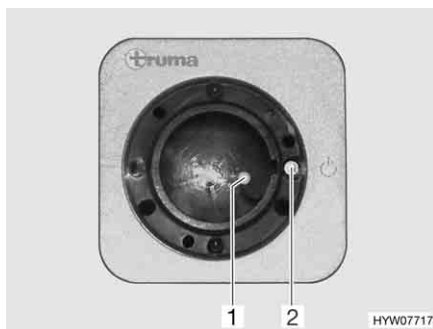
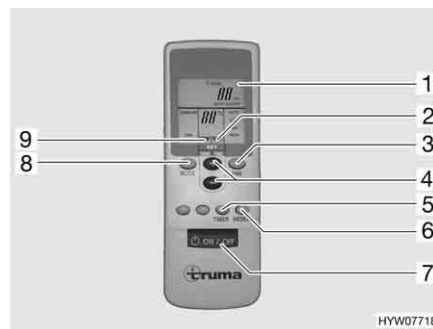

Fig. 126 Ricevitore
Fig. 127 Telecomando
- Accendere il telecomando con l'interruttore (Fig. 127,7). La spia verde di controllo (Fig. 126,1) indica la modalità di raffreddamento.
- Impostare la modalità di funzionamento desiderata con il tasto (Fig. 127,8).
- In caso di necessità, impostare con i tasti (Fig. 127,3 e 4) la potenza della ventola desiderata e la temperatura dell'ambiente. La freccia (Fig. 127,9) indica la modalità di regolazione selezionata.
- ▷ Sul ricevitore si trova un ulteriore interruttore a tasto (Fig. 126,2) con il quale è possibile spegnere e accendere l'impianto di climatizzazione anche senza il telecomando. Quando l'impianto di climatizzazione viene acceso mediante questo interruttore a tasto, viene selezionata automaticamente l'ultima modalità di funzionamento impostata con il telecomando.
- Per programmare l'impianto di climatizzazione, accendere con il tasto (Fig. 127,7) sul telecomando.
- Con i tasti (Fig. 127,8, 3 e 4), impostare la modalità di funzionamento e la temperatura dell'ambiente desiderate.
- Selezionare la funzione desiderata (Fig. 127,1) con il tasto (Fig. 127,5):
- Selezionare il tempo di commutazione desiderato (da 1 a 15 ore) con il tasto (Fig. 127,4). La freccia (Fig. 127,2) lampeggia e indica la modalità di regolazione.
- ▷ Con il tasto (Fig. 127,6) le impostazioni del telecomando vengono ripetutamente inviate al ricevitore.